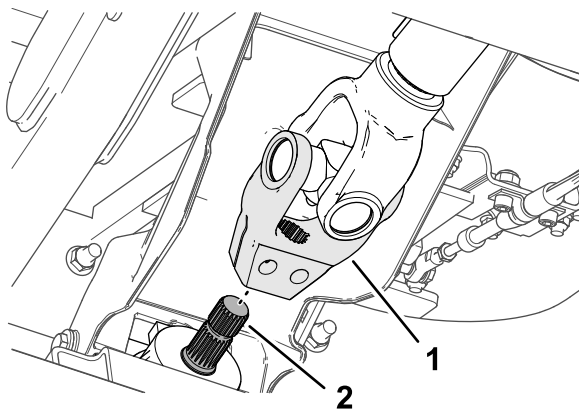

**Bild 17**
1. Entfernen Sie, während Sie die Antriebswelle abstützen, die Innensechskantschraube und die Sicherungsmutter, mit denen das Antriebswellenjoch an der Befestigungshalterung des Steuerventils befestigt ist (Bild 17), und senken Sie die Antriebswelle vorsichtig ab.